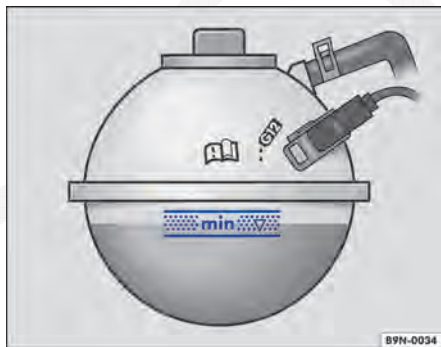

Fig. 192 No compartimento do motor: marcas no reservatório do líquido de arrefecimento do motor.
- Com o motor frio, verificar o nível do líquido de arrefecimento do motor pela marca lateral do reservatório de expansão do líquido de arrefecimento do motor ⇒ **Fig. 192**. O nível do líquido de arrefecimento do motor deve estar entre as marcas.
- O nível do líquido de arrefecimento do motor deve permanecer dentro da marca do reservatório ⇒ **Fig. 192**. **Não completar acima da borda superior da área demarcada** ⇒ .
- Abastecer com líquido de arrefecimento do motor somente até a borda superior da faixa marcada ⇒ **Fig. 192**. Caso contrário, ao aquecer-se, o líquido excedente será expulso do sistema de arrefecimento do motor e poderá ocasionar danos.